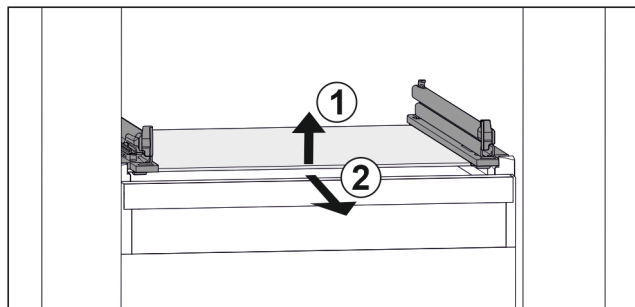

Fig. 153 Rappresentazione esemplificativa del ripiano in vetro
- ▶ Sollevare il ripiano in vetro dal davanti. Fig. 153 (1)
- ▶ Rimuovere il ripiano in vetro tirando in avanti. Fig. 153 (2)